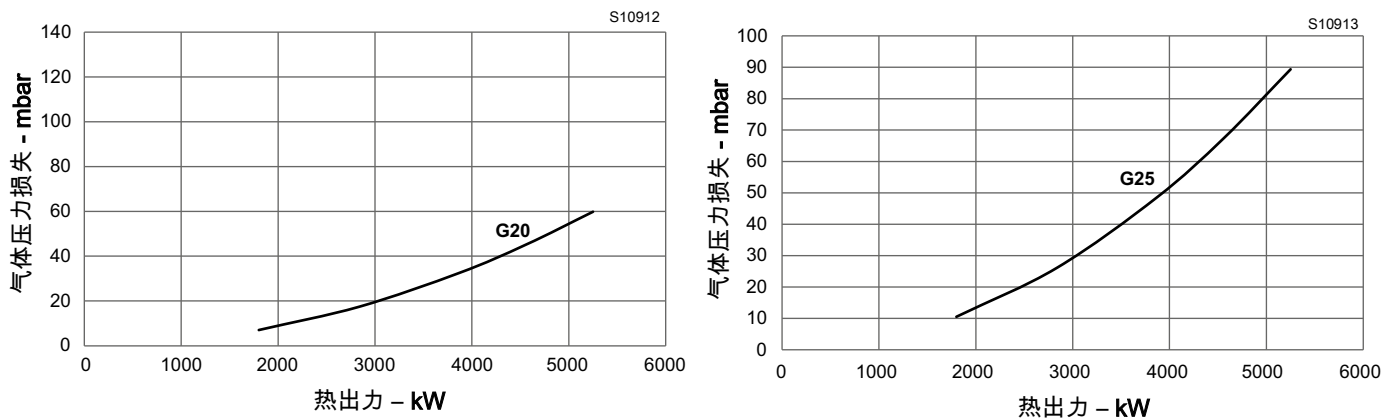
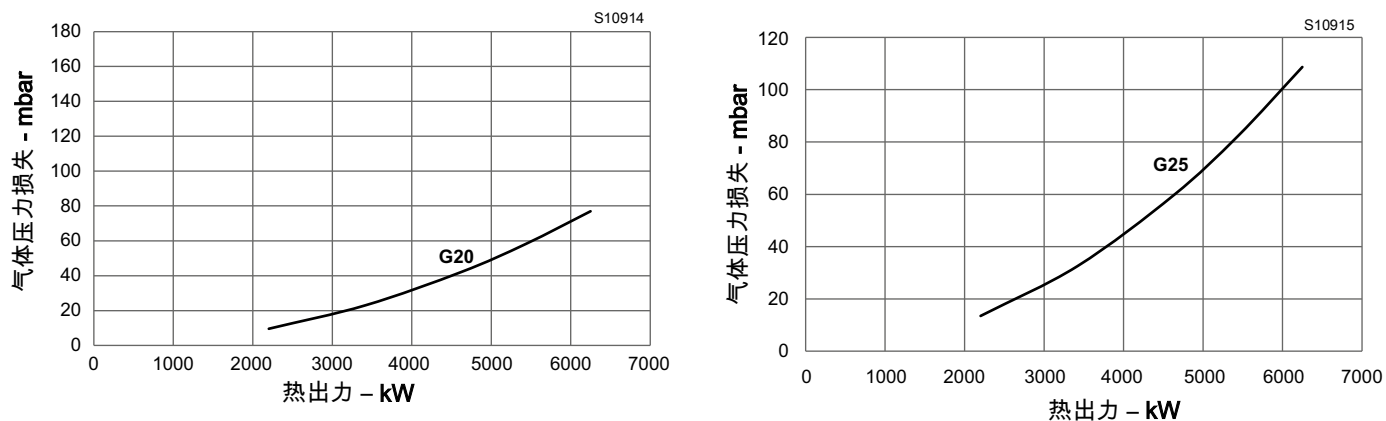

图 26
图 27
- 参考图 24, 图 25, 图 26 图 27 中相关燃烧器，找到压力值最近似于上述减法得数的值。
压力为 53.1 mba 符合燃烧器出力为 4450 kW 时 图 24, 图 25, 图 26 图 27 所列数值。
- 参考图 24, 图 25, 图 26 图 27 中相关燃烧器，找出最近似的出力值。